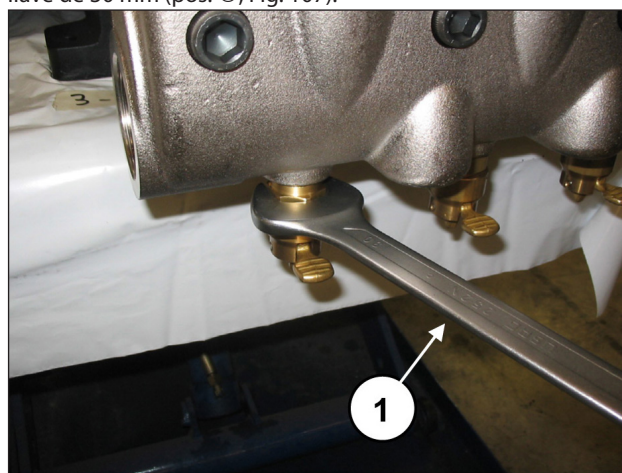

Fig. 107
Desenroscar el dispositivo de apertura de las válvulas con una llave de 30 mm (pos. ①, Fig. 107).